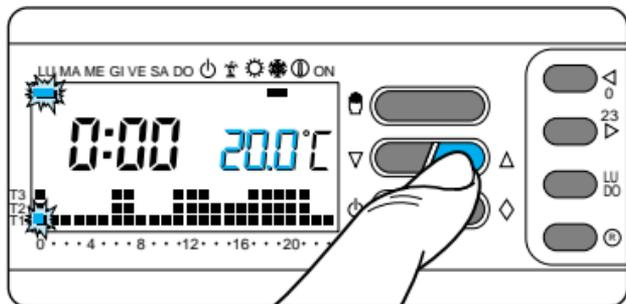
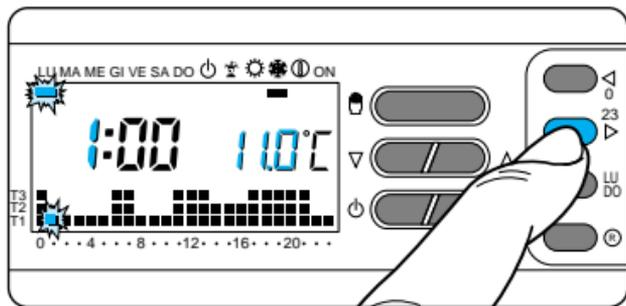

Fig. 41
Fig. 42
**8.4 -** Mediante el botón  $\nabla$  o  $\Delta$  (fig. 41), seleccione el nivel de temperatura deseado, y luego pulse el botón  $0 \div 23 \triangleright$  para pasar a la hora siguiente y definir la temperatura respectiva (fig. 42).